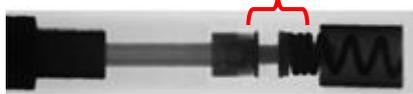

図6. 完全に格納されたスクリュー機構
- X線透視下でリードのX線不透過性マーカを確認し、スクリュー機構が完全に突出しているかどうかを判断します(図6および7)。X線透視によってスクリュー機構が完全に突出していないことが判明した場合は、X線透視下で確認しながら、スクリュー機構が完全に突出するまで固定ツールを回し続けてください。スクリュー機構を突出するために、固定ツールは最大30回まで回転させることができます。推奨最大回転数(30回)を超えないようにしてください。